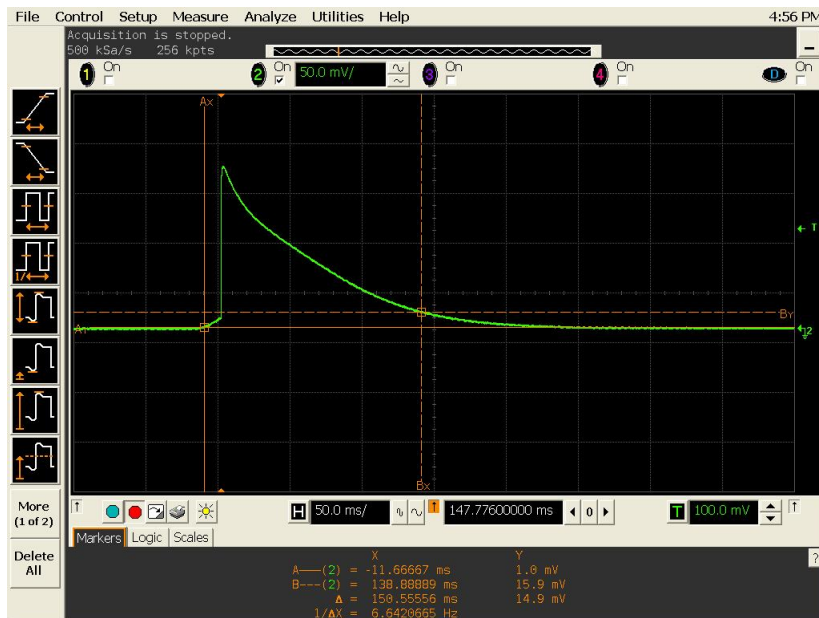

Abbildung 5-13 Antwortzeit für Laständerungen
- 7 Stellen Sie das Oszilloskop ein, um die Transienten wie in Abbildung 5-13 anzuzeigen. Beachten Sie, dass die Impulsbreite ( $t_2 - t_1$ ) der Transienten bei 50 mV von der Grundlinie höchstens 450 ms für die Ausgabe betragen sollte.